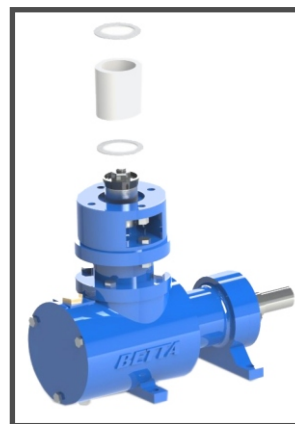

Fig. 22
- 6 - Retirar a camisa de cerâmica. (Fig. 22)